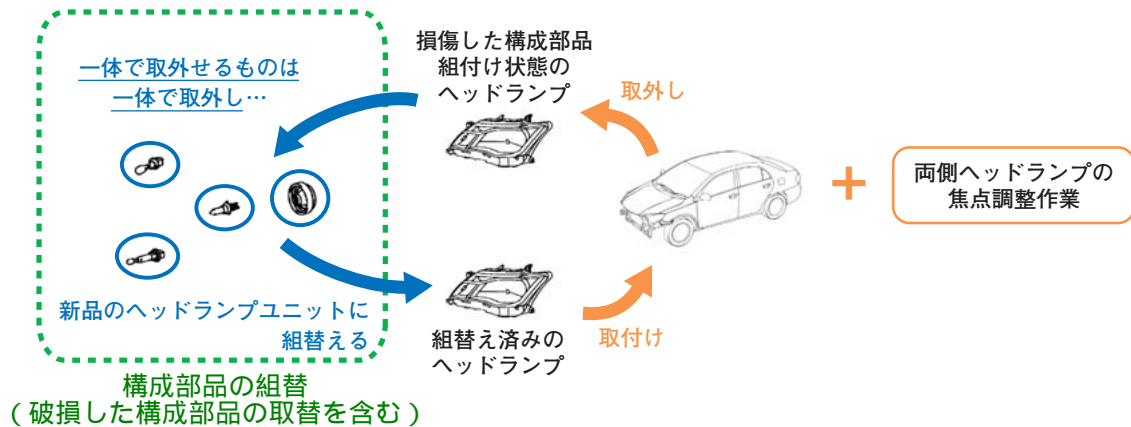

図6 ヘッドランプユニット取替作業のイメージ
- a. 「ヘッドランプ Assy 取替」に加えて「ユニット取替」が設定されています。「ユニット取替」は、構成部品を一体で取外せるものは一体で取外して新しいユニットに組替える作業です (図6)。